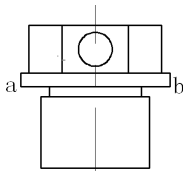

图 3-83 修剪结果
⑩ 单击“默认”选项卡“修改”面板中的“修剪”按钮, 修剪多余的线条, 效果如图 3-83 所示。